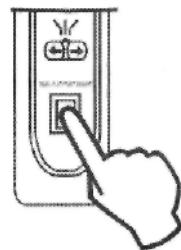

Рис.11.3.
3. Подача электропитания на блок управления. (Рис. 11.3.)